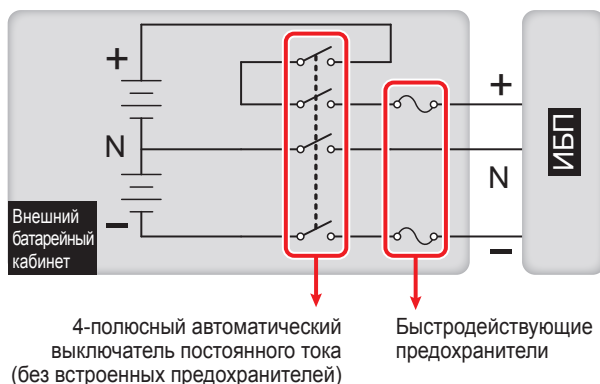
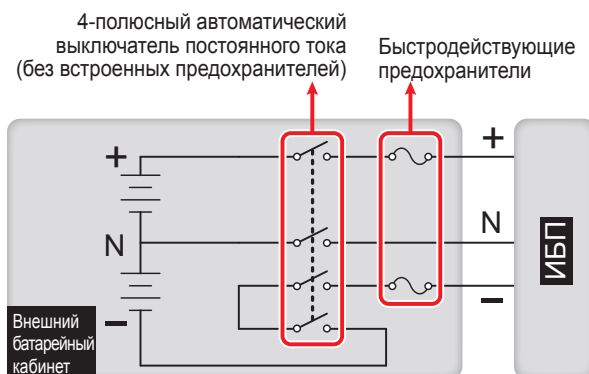

Рис. 5-11. Установка 4-полюсного автоматического выключателя постоянного тока и быстродействующих предохранителей (I)
Рис. 5-12. Установка 4-полюсного автоматического выключателя постоянного тока и быстродействующих предохранителей (II)
- Необходимо использовать 4-полюсный автоматический выключатель постоянного тока (без встроенных предохранителей) с отключающей способностью 35 кА пост. тока. На один полюс разрешается подавать постоянное напряжение 250 В, на два последовательно включенных полюса – 500 В, а на три – 750 В. При установке 4-полюсного автоматического выключателя постоянного тока и быстродействующих предохранителей между ИБП и блоком внешних батарей сторонних производителей руководствуйтесь **Рис. 5-11** или **Рис. 5-12**.